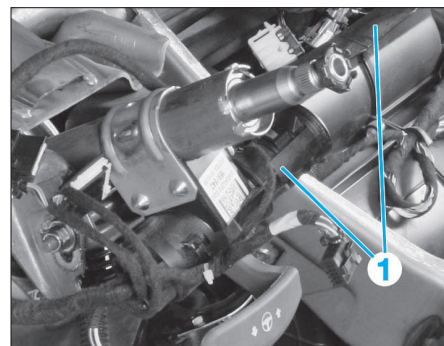

FIG. 8
- Débrancher les connecteurs du contacteur de démarrage (1) (Fig.8).